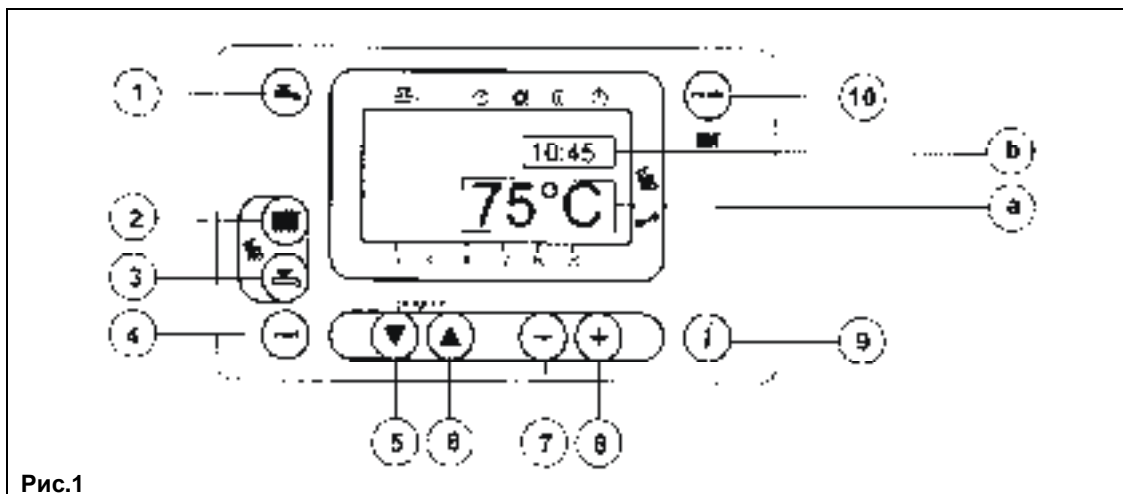

Рис.1
- Для установки значения температуры воды системы отопления нажмите кнопку (поз. 2, Рис. 1);
- нажмите одну из кнопок (поз. 1 или 10 Рис. 1) для запоминания значения и возврата в основное меню.
Прим. При подсоединенном датчике уличной температуры с помощью кнопки (поз. 2, Рис. 1) можно осуществлять смещение по климатическим кривым. Для увеличения или уменьшения комнатной температуры в отапливаемом помещении действуйте кнопками .
- Для установки максимального значения температуры воды системы ГВС нажмите кнопку (поз. 3, Рис. 1);
На основном дисплее (Рис. 1 а) одновременно с кодом неисправности высвечивается символ  (Рис. 4).